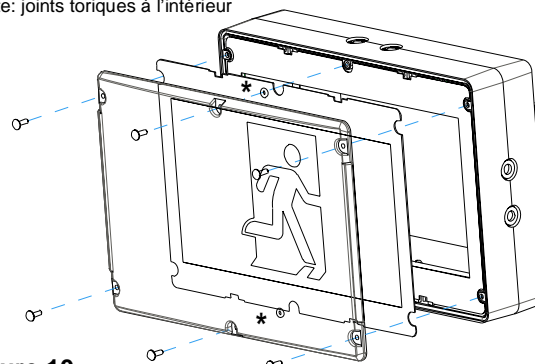

Figure 10
5. Installer la lentille à l'aide des vis inviolables. Les joints toriques doivent être installés sur les vis du centre entre la lentille et le cadre comme montré dans figure 10.